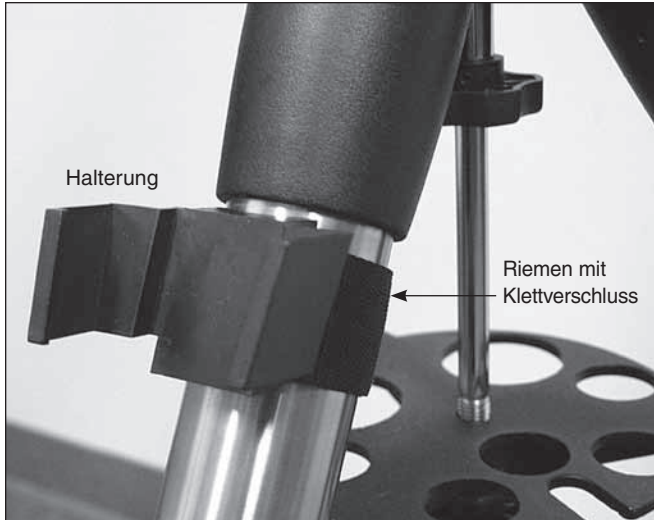

Abbildung 4. Die Handsteuerungshalterung sollte an einem Stativ-Bein mit dem Klettverschluss befestigt werden.
3. Schnallen Sie die mitgelieferte Handsteuerungshalterung an einem Stativbein über der Tragschale in der Mitte des Stativs mit dem Klettverschlussband an, wie in **Abbildung 4** dargestellt.